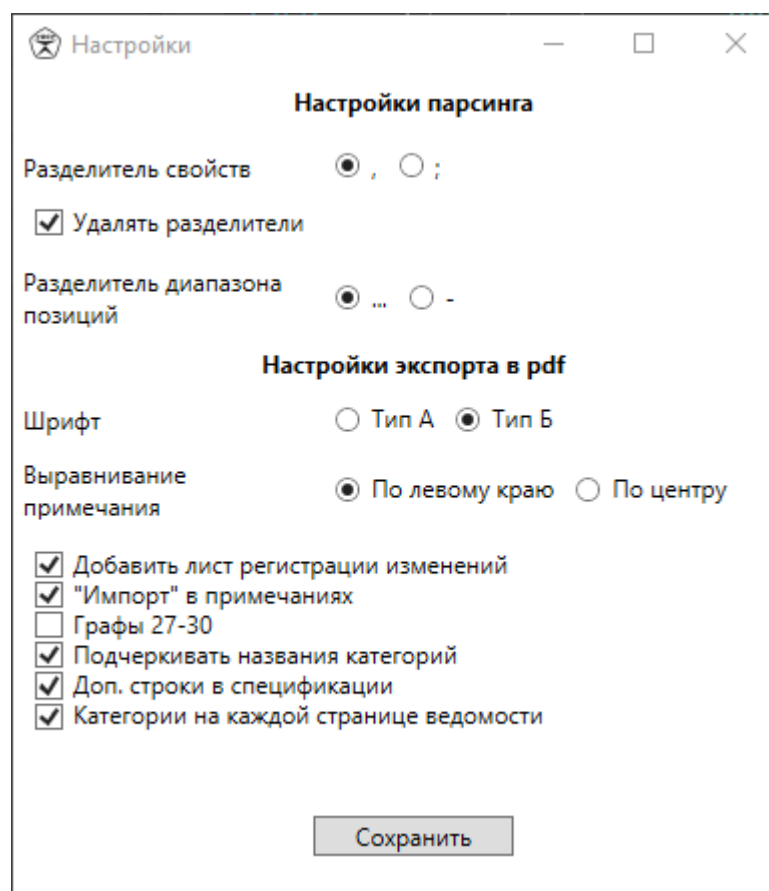

Рисунок 15
12) Окно настроек позволяет пользователю определить параметры форматирования и вывода документации (рисунок 15).